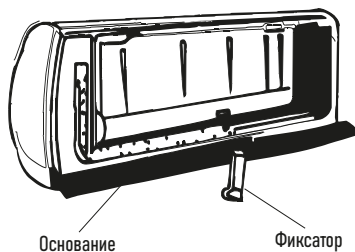

Рисунок 8
- Переместите выпускную трубку в левую сторону и снимите крышку с правой стороны. Закрепите трубы в пазу внутреннего блока с помощью фиксатора трубы (рис. 8).